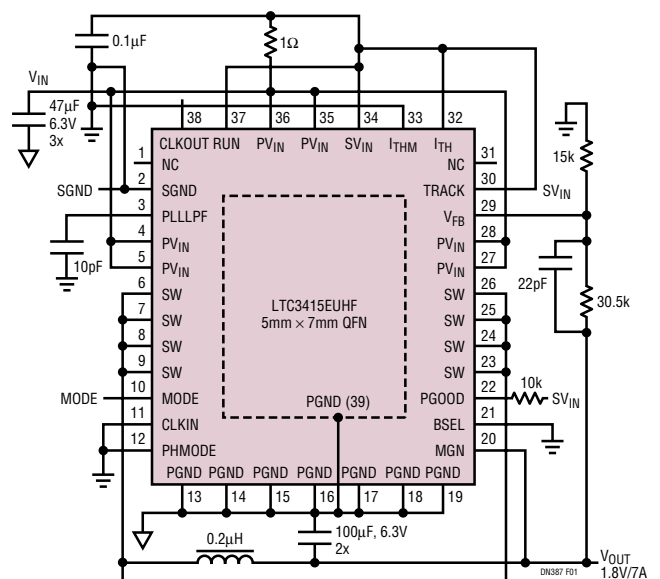
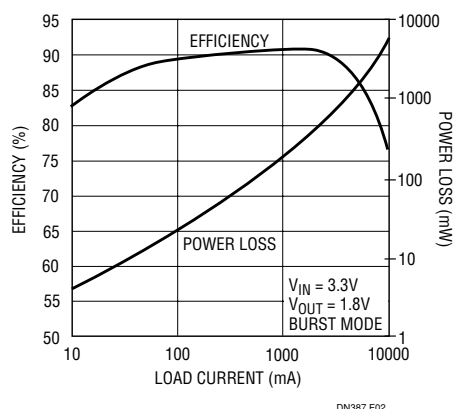
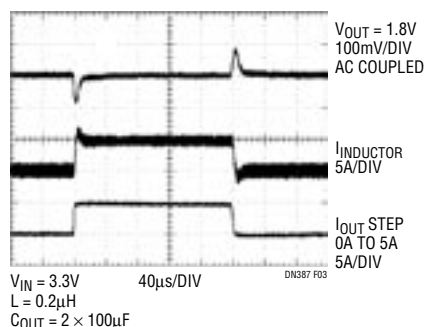

図1. 3.3Vから1.8V/7Aのアプリケーション
図2. 図1の3.3Vから1.8V/7Aのアプリケーションの効率と電力損失
図3. 図1に示されている回路の0Aから5Aへの負荷ステップに対する $V_{OUT}$ の過渡応答
3.3Vから1.8V/7Aの降圧コンバータに構成したLTC3415のアプリケーションを図1に示します。Burst Mode動作の効率および電力損失と負荷電流を図2に示します。効率は92%にまで達します。5A負荷ステップに対する高速過渡応答を図3に示します。示されているように、 $V_{OUT}$ は10 $\mu$ sで回復し、落込みは100mV以下です。PLLLPFピンをSGNDまたは $SV_{IN}$ にストラップ接続することにより、周波数を公称1.5MHzからそれぞれ1MHzまたは2MHzに簡単に変更することができます。または、特定の周波数が望まれる場合、内部フェズロック・ループにより、外部クロックを使って動作周波数を750KHz~2.25MHzに同期させることができます。EMIに敏感なアプリケーションの場合、CLKINピンを $SV_{IN}$ に接続することにより、スペクトル拡散動作を利用することができます。